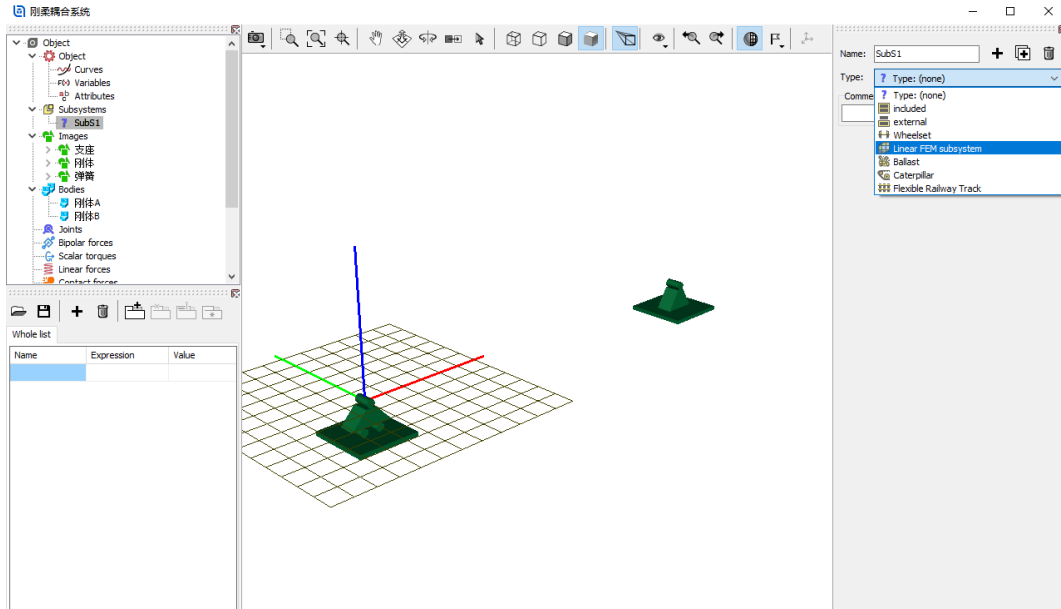

图 2-105
- 4) 先在左侧模型树选中 **Subsystems**，然后在右侧交互界面点击按钮 **+**，添加一个子系统，从 **Type** 下拉菜单中选择 **Linear FEM subsystem**，如图 2-105。